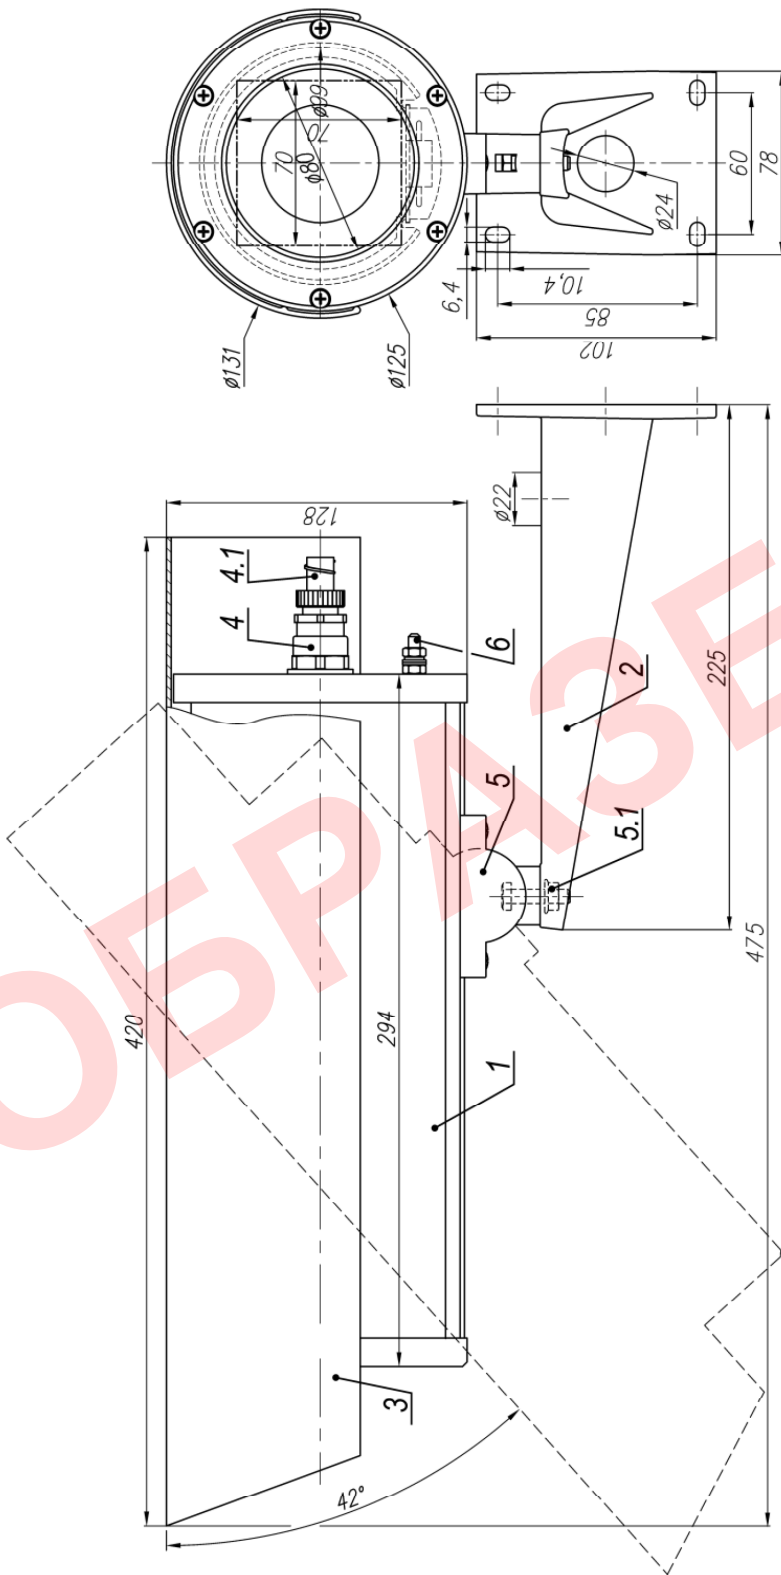

Рисунок 1 – Состав, габаритные и установочные размеры
В состав изделия входят (см. рисунок 1):
7. Установить кронштейн 2 (рисунок 1) на штатное место, закрепить на нём видеокамеру 1.
8. Заземлить термокожух с помощью клеммы заземления 6 (рисунок 1).
9. Ослабив гайку болта фиксации шарнира 5.1 (рисунок 1), установить видеокамеру на нужное направление обзора, после чего надёжно зафиксировать шарнир, затянув гайку.